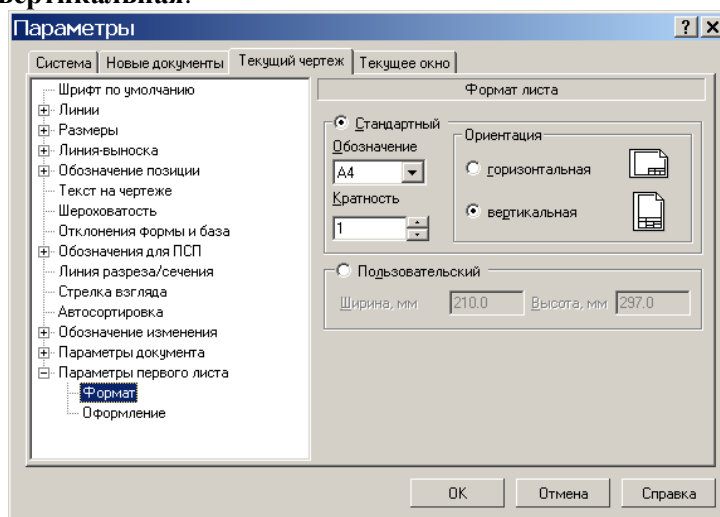

Рис. 7.2. Изменение настроек раздела **Параметры первого листа**.
1.4. Выполните команду **Сервис⇒Параметры...**, выберите закладку **Текущий чертеж** и откройте в левой части диалогового окна узел **Параметры первого листа** (рис. 7.2).